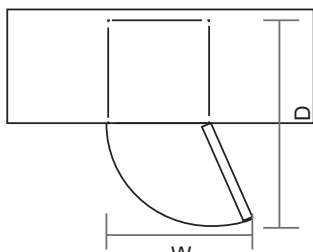

Fig. 1
3. Laissez assez d'espace pour accéder à la porte et l'ouvrir facilement ($l \times p \geq 967 \times 1\,226$ mm). (→ Fig. 1) Si nécessaire, changez le sens d'ouverture de la porte comme décrit ci-dessous.